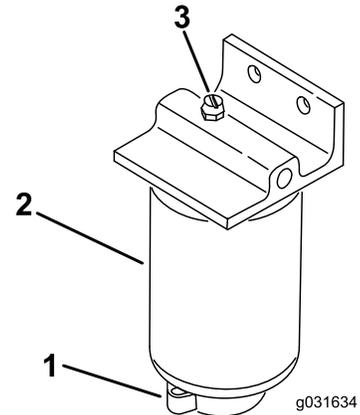

图 51
2. 松开滤清器底部的排油阀图 51。
1. 清洁滤清器的安装区域 图 51。